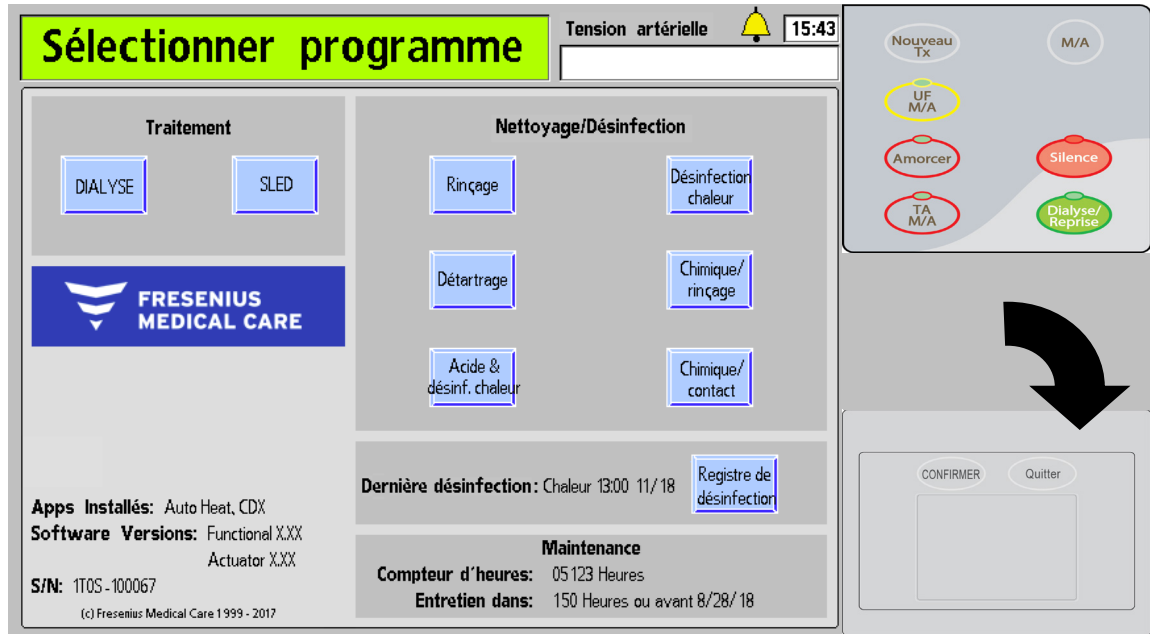

Figure 22 – Écran « Sélectionner programme » (version fonctionnelle de logiciel 2.74 ou ultérieure) et pavé tactile
Remarque : L'écran « Sélectionner programme » affiche toutes les applications logicielles supplémentaires (Appl) qui sont installées sur l'appareil d'hémodialyse 2008T (reportez-vous à la Figure 22 pour obtenir un exemple).
1. Appuyez sur la touche **M/A** du panneau de commande. Le moniteur affiche l'écran « Sélectionner programme » (reportez-vous à la Figure 22) au bout d'une minute environ.